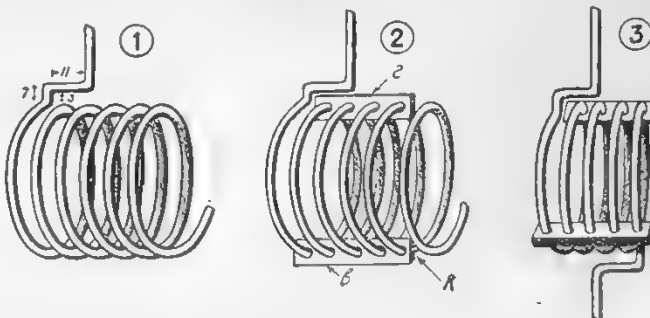

Рис. 7. Три стадии изготовления катушки антенны.
отпливают. Проволоку для намотки, как и всю монтажную проволоку, желательно достать посеребренную, но ни в каком случае не никелированную. Изготовление вращающейся антенной катушки сложное и требует внимательной и осторожной работы. Сначала мотают на болташке 6 витков, оставив один конец в 100 мм прямым. Прямой конец выгибают по рис. 7 (1). Затем надевают эбонитовые плавки 1 и 2. Сначала вдевается планка 6, а затем планка 2. Плавки располагаются так, как указано на рис. 7 (2). Свободный шестой виток растягивают до точки 3 и выгибают так же, как и первый конец рис. 7 (3). Надо обратить внимание на то, чтобы обе оси лежали бы на одной прямой и были бы перпендикулярны к